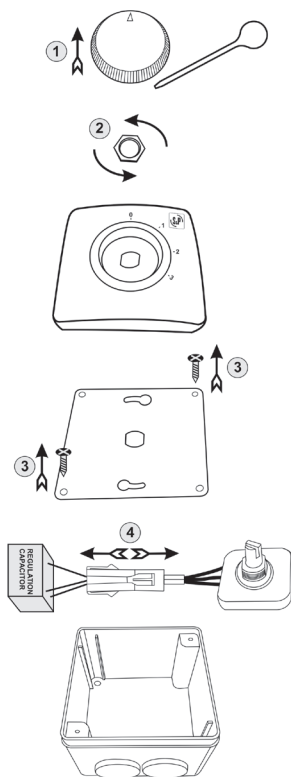

Fig. 1
1. Pour connecter le KIT RC-HTB à un ventilateur de plafond de la gamme HTB de S&P, vous devrez tout d'abord extraire le condensateur de régulation qui se trouve à l'intérieur de la boîte du régulateur de vitesses mural, fourni en série avec le même ventilateur de plafond HTB. (Fig. 1)